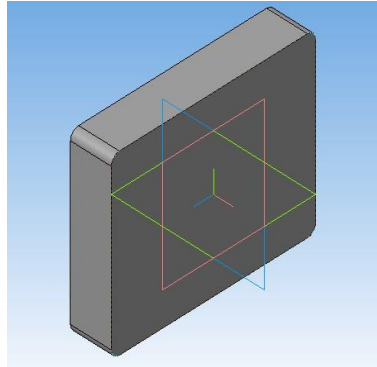

Рис. 3. Выдавливание
6. Затем операцией **Выдавливание** , которая находится на панели **Редактирование детали** , достраиваем его до параллелепипеда, задав **расстояние – 20 мм** (рис. 3).